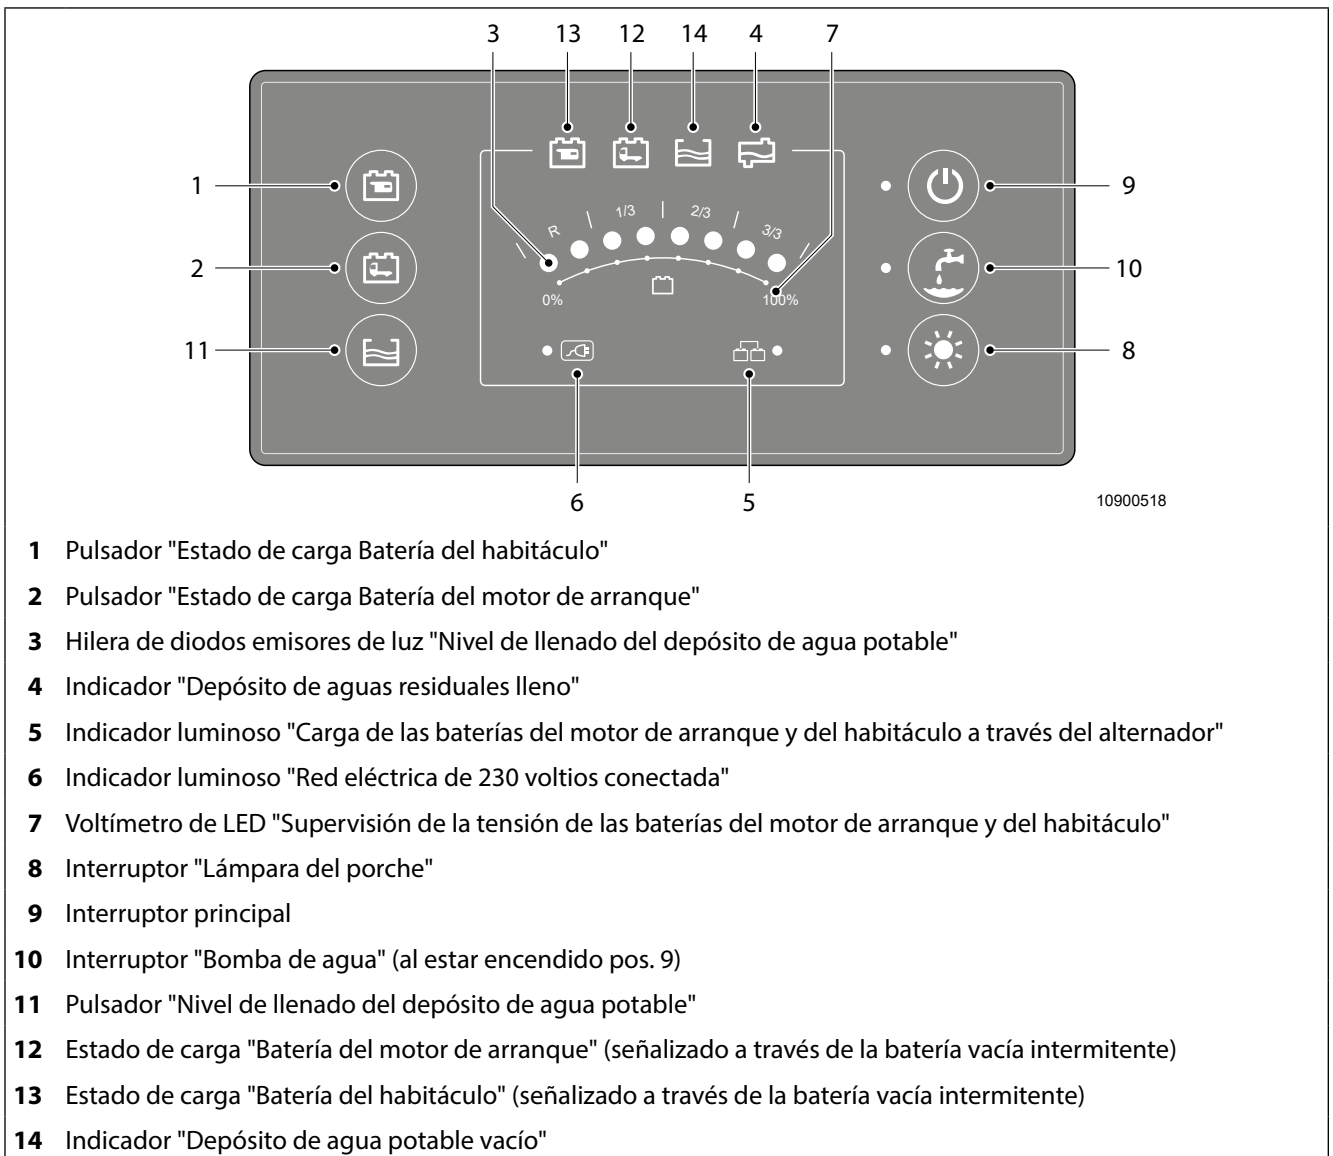

Fig. 54 Panel de control a bordo PC-110
En el panel de control a bordo, se podrá encender o bien apagar la bomba de agua (Fig. 54, pos. 10) tanto individualmente a través del interruptor correspondiente o en conjunto a través del interruptor principal (Fig. 54, pos. 9).
En el panel de control a bordo, se podrá consultar el estado de carga de la batería del motor de arranque (Fig. 54, pos. 2), el estado de carga de la batería del habitáculo (Fig. 54, pos. 1) y el nivel del depósito de agua potable (Fig. 54, pos. 3) a través de los pulsadores correspondientes. El indicador LED indicará el estado de carga (Fig. 54, pos. 7) o el nivel (Fig. 54, pos. 3).
Un depósito de aguas residuales lleno se señalará a través de un LED rojo (Fig. 54, pos. 4).
Accionando el interruptor principal (Fig. 54, pos. 9), se podrán volver a conectar estos consumidores por aprox. 1 minuto; a continuación, automáticamente se volverá a activar la desconexión de estos consumidores. En caso de una tensión más alta que 12 voltios los consumidores se volverán a conectar automáticamente.
- ☞ En caso de un periodo prolongado de inactividad, cargar la batería del habitáculo completamente y, a continuación, en el panel de control a bordo, desconectar el interruptor principal de 12 voltios (Fig. 54, pos. 9).
También al estar apagados los consumidores, permanentemente se estará tomando una corriente eléctrica de alrededor de 20 a 65 mA de la batería del habitáculo. Para prevenir daños en la batería del habitáculo, controlar periódicamente el estado de carga de la batería del habitáculo. Antes de un periodo prolongado de no utilización de la batería del habitáculo, desconectar el suministro de corriente eléctrica a través del interruptor principal en el panel de control a bordo (Fig. 54, pos. 9).
1. Conectar el suministro de corriente eléctrica de 12 voltios en el interruptor principal (Fig. 54, pos. 9).
2. Pulsar el pulsador "Estado de carga Batería del habitáculo" (Fig. 54, pos. 1) o el pulsador "Estado de carga Batería del motor de arranque" (Fig. 54, pos. 2).
La tensión de la batería del habitáculo o de la batería del motor de arranque se indicarán en el voltímetro de LED "Monitoreo de la tensión de las baterías del motor de arranque y del habitáculo" (Fig. 54, pos. 7).
- ◆ Si está encendido el indicador luminoso "Red eléctrica de 230 voltios conectada" (Fig. 54, pos. 6), se estarán cargando la batería del habitáculo y la batería del motor de arranque.
- ◆ Si no está encendido el indicador luminoso "Red eléctrica de 230 voltios conectada" (Fig. 54, pos. 6), la batería del habitáculo y la batería del motor de arranque no se estarán cargando.
2. Controlar si el indicador luminoso "Red eléctrica de 230 voltios conectada" (Fig. 54, pos. 6) está encendido.